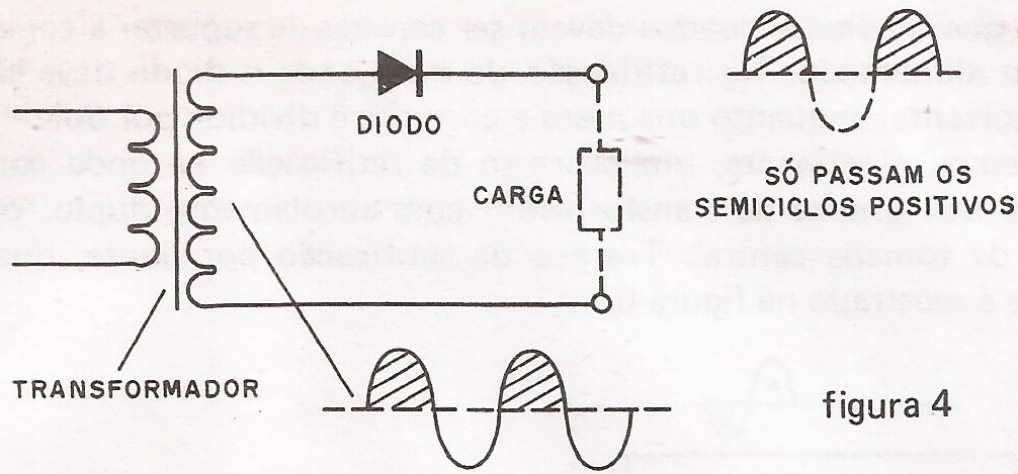

figura 4
a) Meia onda: neste caso usamos apenas um diodo com um transformador de enrolamento simples, conforme mostra a figura 4.